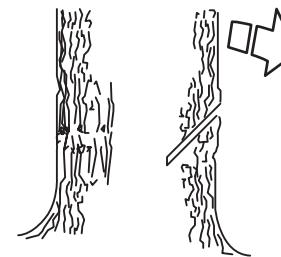

Рисунок 14 — Верхний пропил
- Чтобы сделать направляющую зарубку, необходимо вначале сделать верхний пропил. Пользуясь нижней кромкой шины направляющей (ведущей частью цепи пильной), сделайте пропил сверху вниз под углом примерно 45 градусов и под прямым углом (см. рис. 14) к выбранному направлению падения.